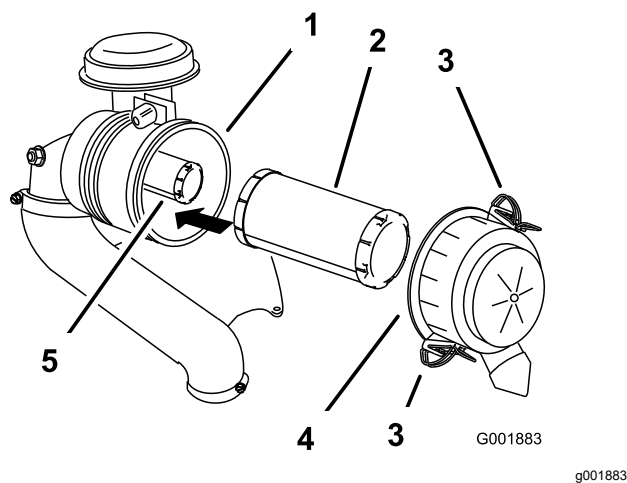

Figure 47
6. Ouvrez les dispositifs de verrouillage du filtre à air et détachez le couvercle du boîtier du filtre (Figure 47).
8. Sortez le préfiltre du boîtier du filtre avec précaution (Figure 47).
- Si vous remplacez l'élément intérieur, insérez-le avec précaution dans le boîtier du filtre (Figure 47).
- Placez ensuite le préfiltre sur l'élément de sécurité avec le même soin (Figure 47).
- Remettez en place et verrouillez le couvercle du filtre à air (Figure 47).